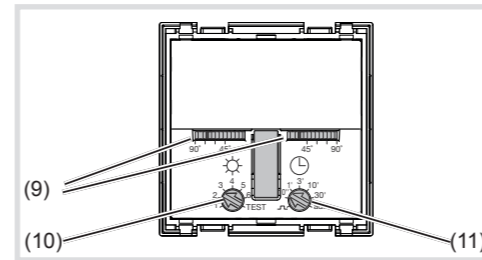

Bild 9
Der Erfassungswinkel kann für die rechte und für die linke Seite je Einsteller (Bild 9, 9) zwischen 45° ... 90° eingeschränkt werden. Somit kann der Erfassungswinkel zwischen 90° und 180° liegen (Bild 5).
- Potenziometer Ansprechhelligkeit (Bild 9, 10) auf Position TEST einstellen.
- Potenziometer Nachlaufzeit (Bild 9, 11) in die gewünschte Position drehen.